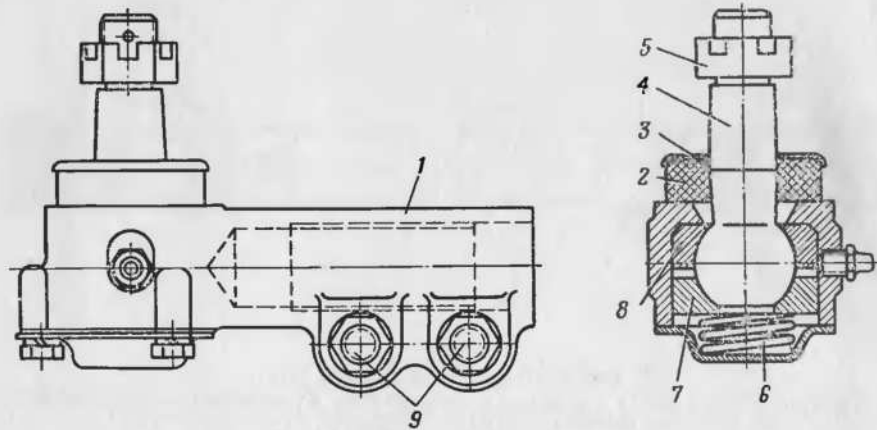

Рис. 9. Наконечник поперечной рулевой тяги:
5. Расшплинтовать, отвернуть гайки 5 (рис. 9) крепления поперечной рулевой тяги к рычагам поворотных кулаков. Выбить шаровые пальцы 4 в сборе с поперечной рулевой тягой, снять крышки 3 и защитные накладки 2.
д) Поверхности сопряжения деталей 1 (рис. 9), 4, 6, 7 и 8 перед сборкой смазать солидолом. Полость между деталями 4 и 6 также заполнить солидолом.
7. Установить на шаровой палец 4 (рис. 9) защитную накладку 2 и крышку 3 накладки. Присоединить поперечную рулевую тягу к рычагу поворотного кулака, запрессовать шаровой палец 4 в рычаг поворотного кулака и закрепить гайкой 5, гайку зашплинтовать шплинтом (см. технические условия, п. д).
2. Ослабить затяжку болтов 9 (рис. 9) наконечников и, вращая наконечники, установить правильное схождение колес.